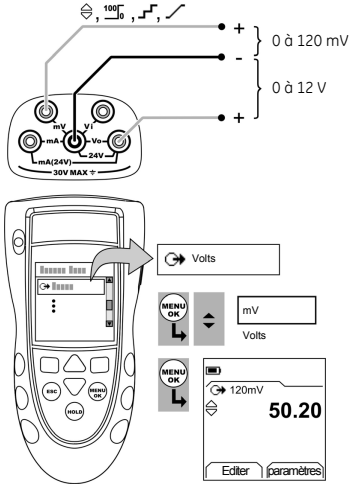

Figure 2 : Exemple de configuration - Alimentation en mV ou en volts
1. Connecter l'instrument (Figure 2) et, si nécessaire, régler la Configuration (Tableau 1).